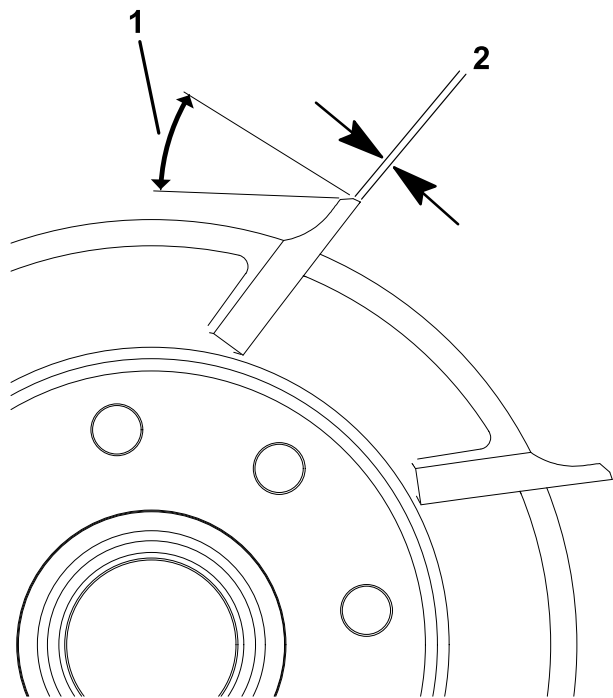

Figura 20
1. Applicare una rettifica di 30° su tutte le lame del cilindro in modo da ottenere una larghezza a terra di 0,76 mm (Figura 20).